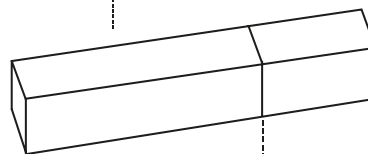

FIG 1.
1. **LET OP!** Knip de ledstrip recht af aan het begin van een sectie (op de lijn). Gebruik een scherpe schaar om de PCB vlak en onbeschadigd door te knippen. Door de diffuse laag van de ledstrip is het niet te zien wat de correcte plek is om de ledstrip op lengte te knippen. Daarom zitten er lijnen op de ledstrip om aan te geven waar geknipt moet worden (zie fig 1). Zorg er voor dat de er direct op de lijn geknipt wordt om beschadiging van de ledstrip te voorkomen.